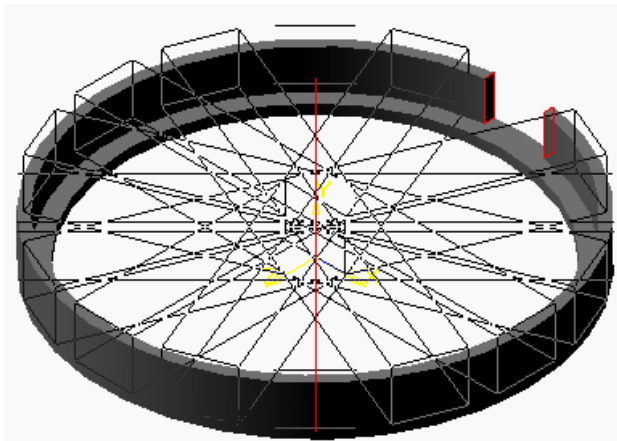

Рис. 5.88
5.87). Затем укажем **вспомогательную ось** и элемент расстановки по концентрической сетке. После чего появится фантом (рис. 5.88), и если выбор был сделан правильно, нажмем кнопку .